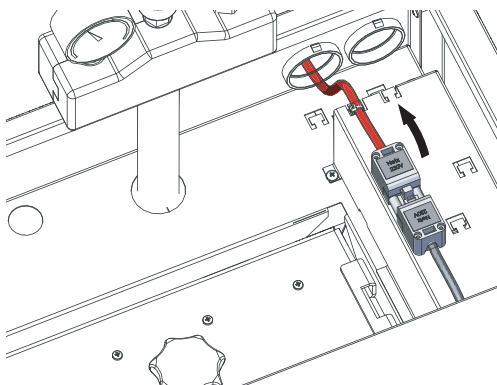

Fig. 62 Geräte-Netzstecker abziehen
- ▶ Bei Reinigungs- oder Reparaturarbeiten Kessel unbedingt spannungslos schalten (z.B. durch Trennen des Netzsteckers) – Fig. 62.
- ▶ Geräte-Netzstecker abstecken – Fig. 62.